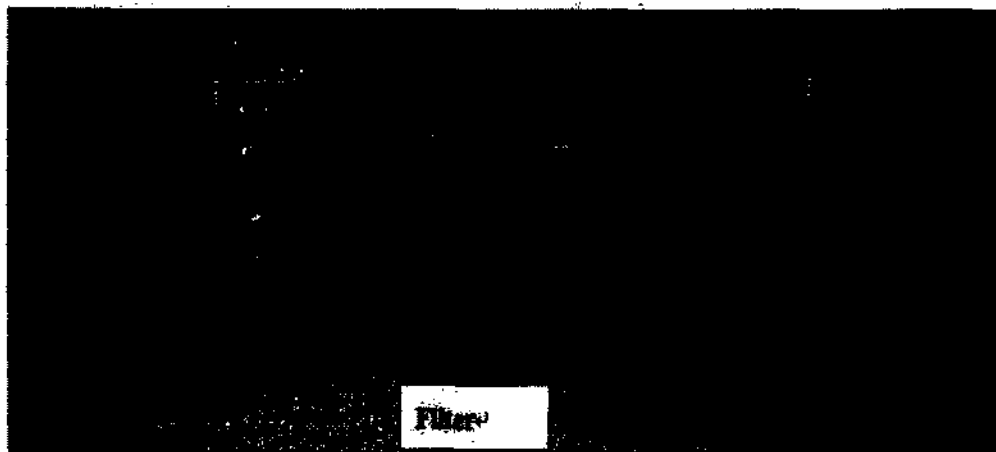

Рисунок 9-2.
- б) Под сектором находится два фильтра в нижнем правом углу (рисунок 9-2).